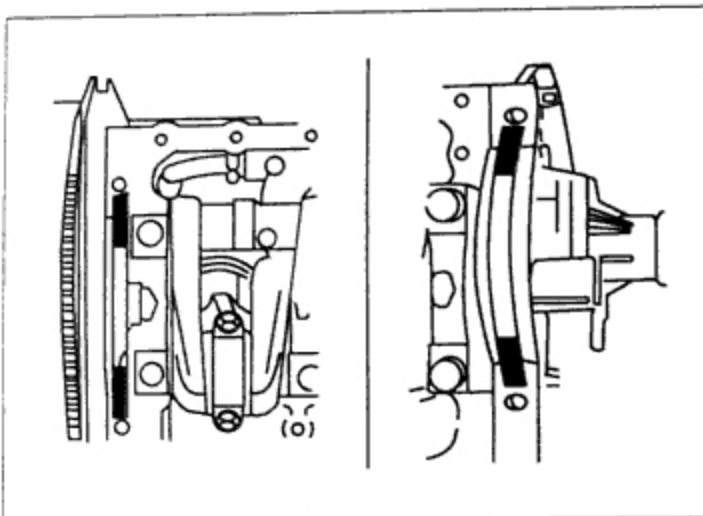
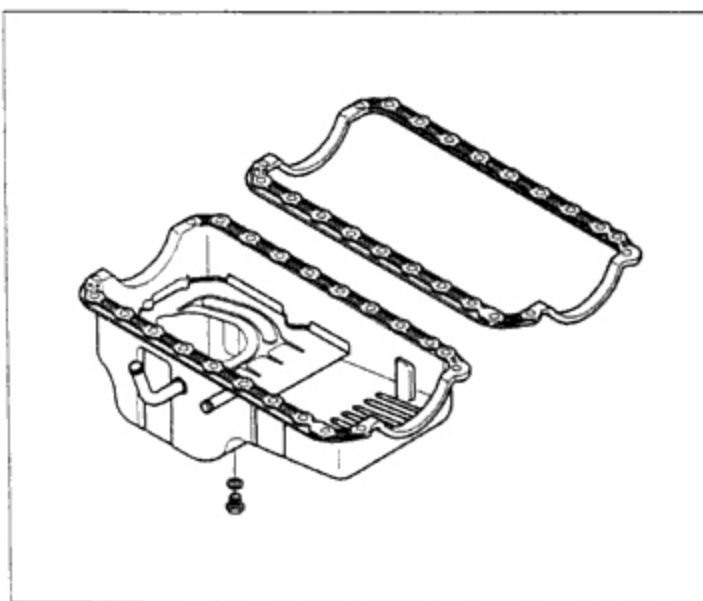

图 6-2-12 在拱形区涂密封剂
图 6-2-14 装配油底壳
(1) 在图 6-2-12 所示的第 5 轴承盖拱形区、沟槽和正时齿轮室的拱形区涂以推荐的液体密封剂或其等同物。
(2) 将密封垫的后唇部分安装到第 5 沟槽中。
(3) 要绝对保证唇部紧贴入沟槽中。
(4) 把油底壳安装到机体上。
(5) 拧紧油底壳固定螺栓到规定扭矩,见图 6-2-14。